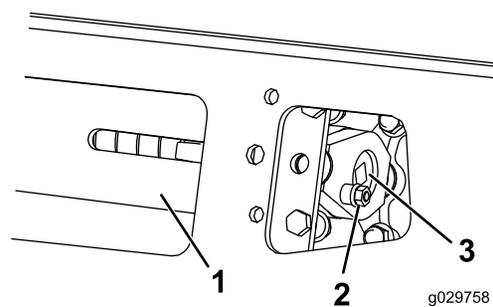

Рисунок 57
3. Отверните зажимной болт и гайку (Рисунок 57).
5. Совместите ближайшую выемку в натяжном винте с отверстием в зажимном болте и закрепите винт при помощи зажимного болта и гайки (Рисунок 57).
4. Отвинтите зажимной болт и гайку (Рисунок 57).
5. Используя ключ с храповым механизмом на ½ дюйма, ослабьте натяжение привода, вращая натяжной винт по часовой стрелке (Рисунок 57 и Рисунок 58).
- Отвинтите зажимной болт и гайку (Рисунок 57).
- Используя ключ с храповым механизмом на ½ дюйма, ослабьте натяжение привода, вращая натяжной винт по часовой стрелке (Рисунок 57 и Рисунок 58).